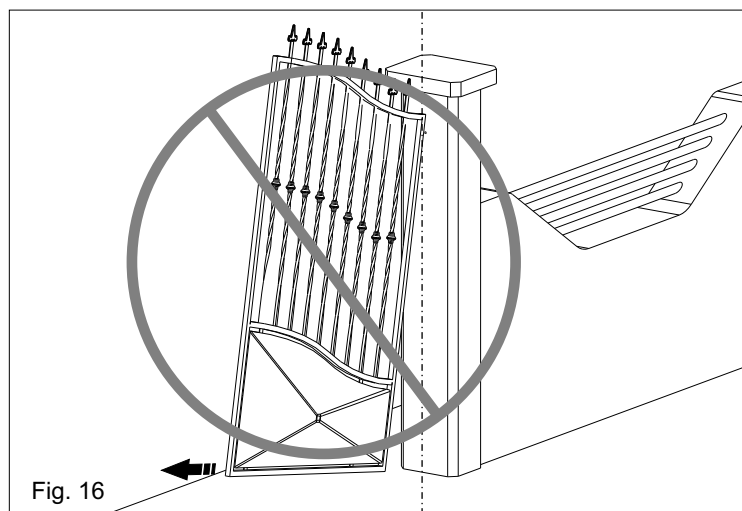
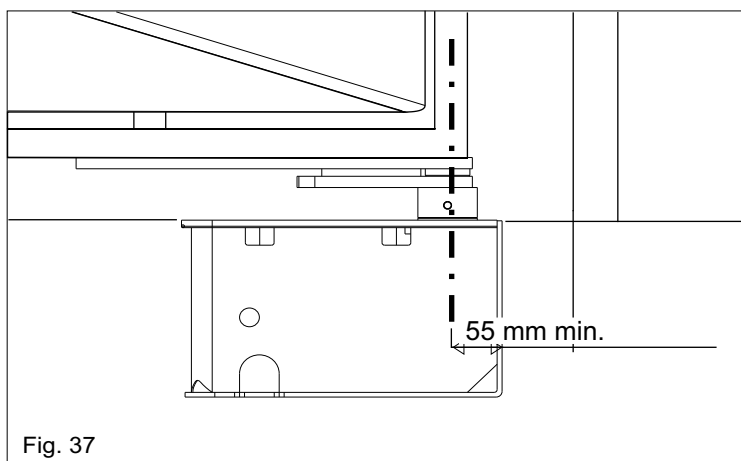

Fig. 16
Fig. 37
4.3. Faire beaucoup d'attention de ne pas positionner le vantail au dehors des axes (Fig. 16 et 17), mais faire de manière que l'arbre coïncide avec l'axe de rotation du vérin.
**11.3.** Faire beaucoup d'attention de ne pas positionner le vantail au dehors des axes (Fig. 16 et 17), mais faire de manière que l'arbre coïncide avec l'axe de rotation de la charnier en tenant compte que la distance minimum de la colonne est de 55 mm (Fig. 37).